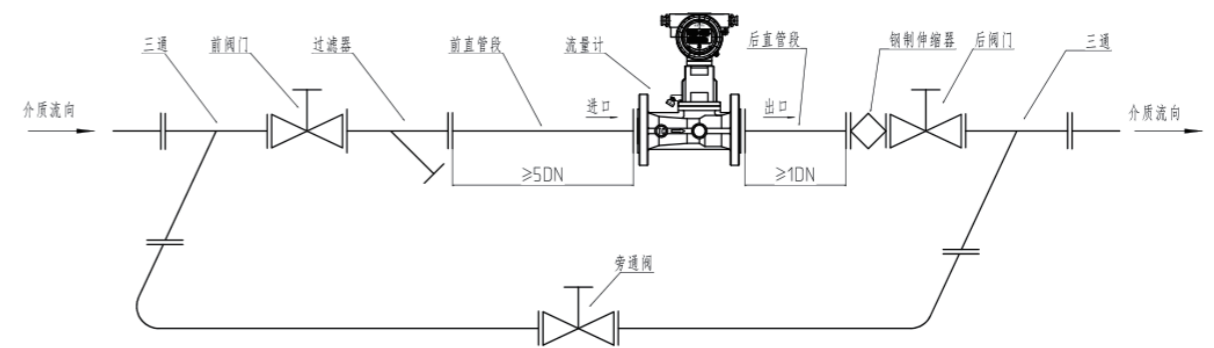

图 4 流量计水平安装示意图
- 为了便于维修,不影响流体正常输送,建议按图 4 所示设置旁通管道。